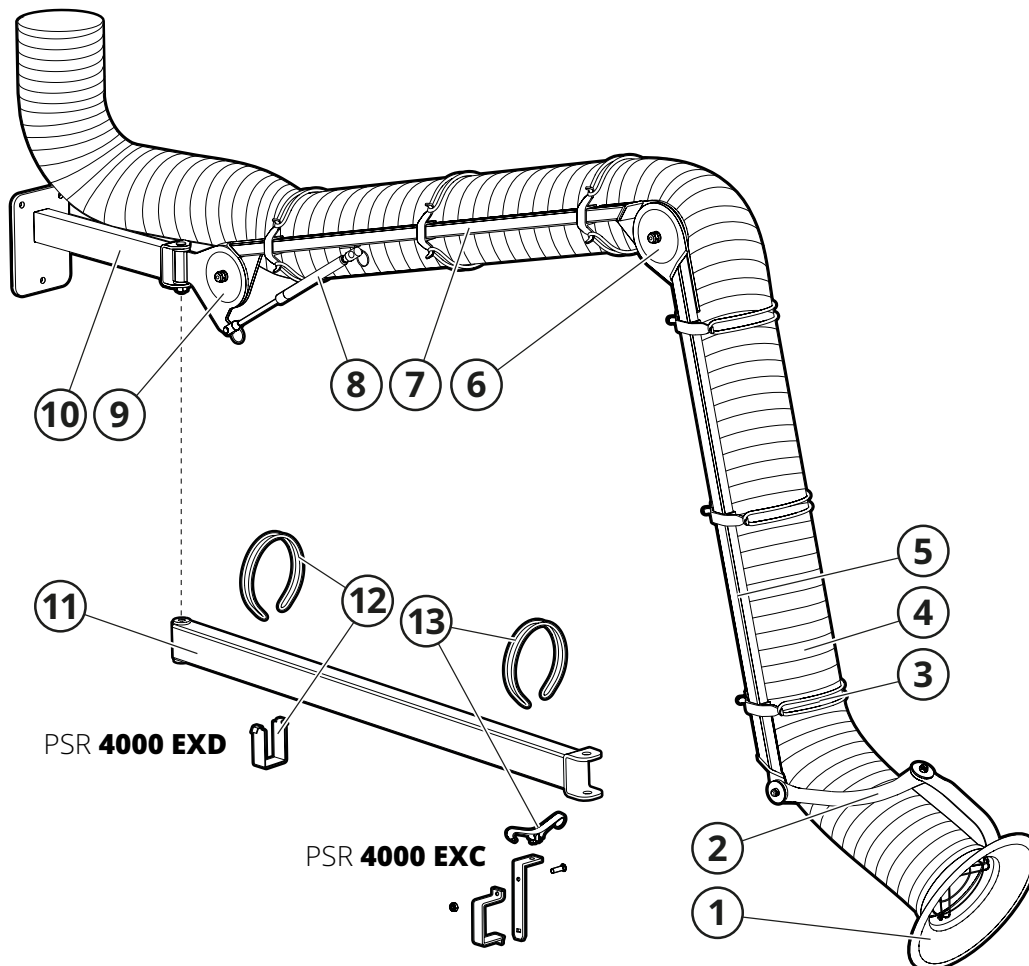

Fig. 2
Se Fig. 2.
Punktutsuget monteras på ett väggfäste (10, Fig. 2) som standard och har utvändigt placerade bärmarm (5, 7). På övre leden (9) sitter en gasfjäder (8) som balanserar armens egenvikt. Armens motstånd regleras i respektive led (6, 9). Huvnen (1) är designad för maximal sug effektivitet och är idealisk för uppfångning av gas och damm. Huvleden (2) är böjbar 180+180°. Slangen (4) sitter monterad på armen med Fumex Q-MaiD™ slangfäste (3).